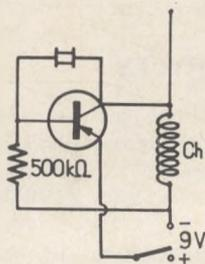

FIG. 209
Le marqueur se compose d'un transistor HF (genre OC 44 qui convient très bien). Le collecteur est alimenté par —9 volts à travers une self de choc, sur laquelle est fixée une petite tige de cuivre de 20 cm de long qui facilite le couplage vers le récepteur ou sur un circuit ; une résistance de 500 000 ohms polarise la base et le quartz est branché entre la base et le collecteur (fig. 209).
FIG. 209 bis
- de préférence, utiliser pour ce couplage un circuit en pi ou en L. fréquemment utilisé en VHF à transistors le circuit en L comprend deux condensateurs variables comme pour le circuit en pi mais le premier condensateur est branché en série. (fig. 209 bis). pour la VHF, une cavité (circuit résonant en forme de boîte métallique aux dimensions très précises) est excellente.